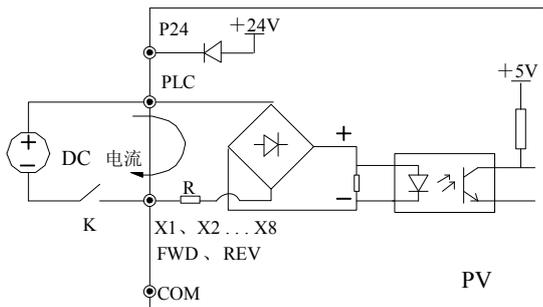

图3-23 使用外部电源的连线方式
EV 系列变频器多功能输入端子采用了全桥整流电路，如图 3-23 所示。PLC 是 X1~X8、FWD、REV 的公共端子，流经 PLC 端子的电流可以是拉电流，也可以是灌电流。X1~X8、FWD、REV 与外部接口方式非常灵活，典型的接线方式如下：
②使用外部电源，接线方式如图 3-23（注意去除 PLC 与 P24 端子间的连接线）。